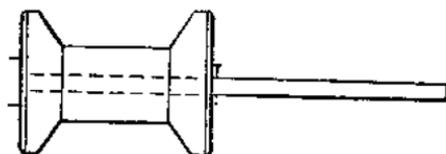

图 1
1. 在竹筷上钉一只中号铁钉，铁钉的位置要放在它左边部分竹筷刚好能穿通到线团木芯的另一孔眼口，如图 1 所示。